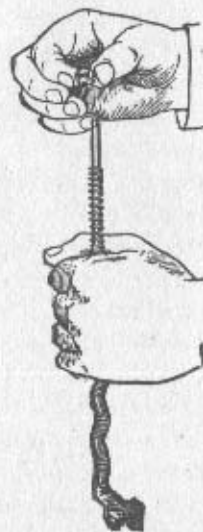

Bild 32 Abnehmen des Feder-
2. Die Schließereinrichtung auseinandernehmen. Dazu die Schließereinrichtung in die linke Hand nehmen, die Federführung mit dem Führungsfuß auf den Tisch oder die Unterlage stellen und die Schließfeder nach unten drücken. Mit der rechten Hand die vordere Federführung spreizen und das Federwiderlager abnehmen (Bild 32). Die Schließfeder entspannen und von der Federführung abziehen sowie die vordere von der hinteren Federführung trennen.